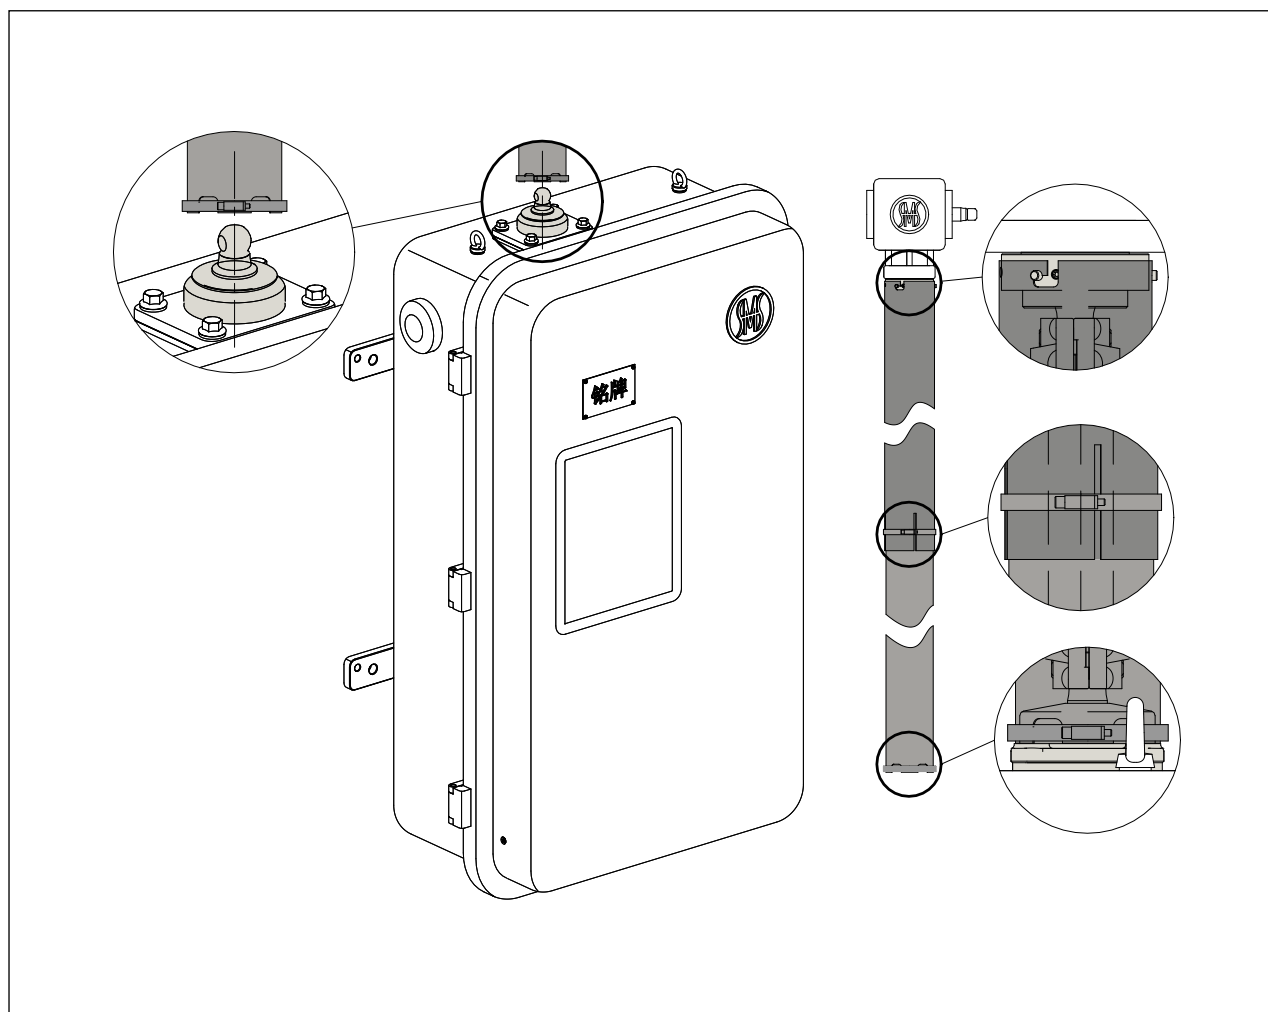

图 8-12 垂直防护罩安装
3. 将垂直防护罩向上滑动至伞齿轮盒下端，并将垂直防护罩套在衬套上。将防护罩上的三个凹槽与三个圆柱销对齐。旋转防护罩，直到销钉卡入凹槽（见图 8-12）。
4. 将较薄的下防护罩滑到 MDU 的输出轴上（见图 8-12）。
5. 将两个防护罩均放置到位后，用两个卡箍固定（见图 8-12）。